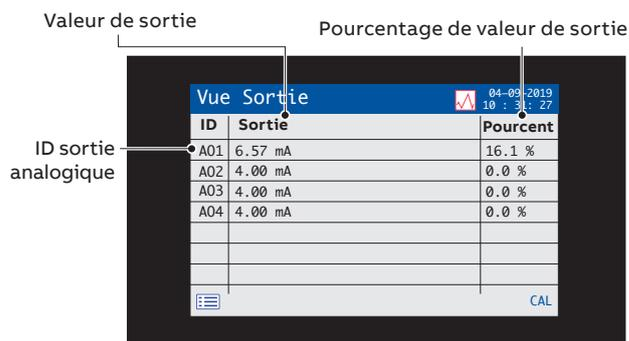

Figure 11 Vue Sortie
- **Vue Sortie** – affiche une liste de sorties, leur valeur de sortie et leur pourcentage de valeur de sortie – voir Figure 11